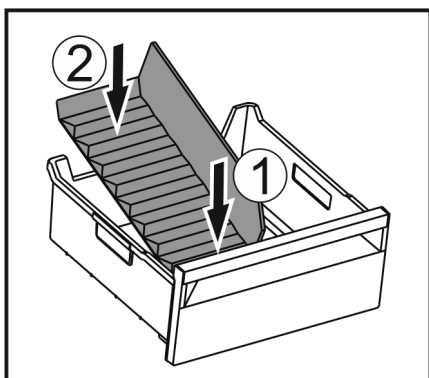

Fig. 116
- ▶ Поставете предната част на разделителя на отделението за лед. Fig. 116 (1)
- ▶ Спуснете задната част на разделителя на отделението за лед до дъното на чекмеджето. Fig. 116 (2)